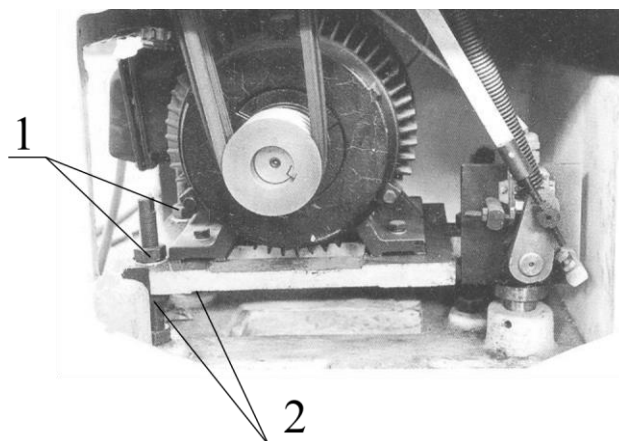

Рисунок 18.
**Замена и регулировка натяжения ремней главного привода (см.рис. 18).**